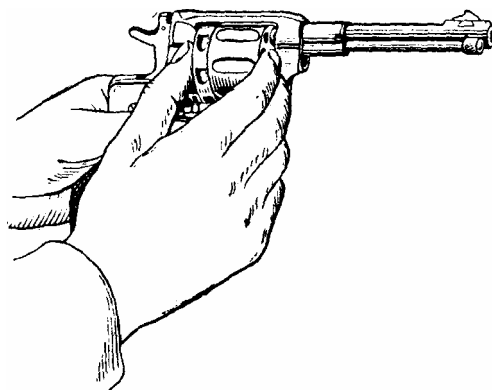

Рис.78
3. Вынуть барабан: откинуть дверцу вниз к спусковой скобе, вынуть барабан в правую сторону и закрыть дверцу (рис. 78).